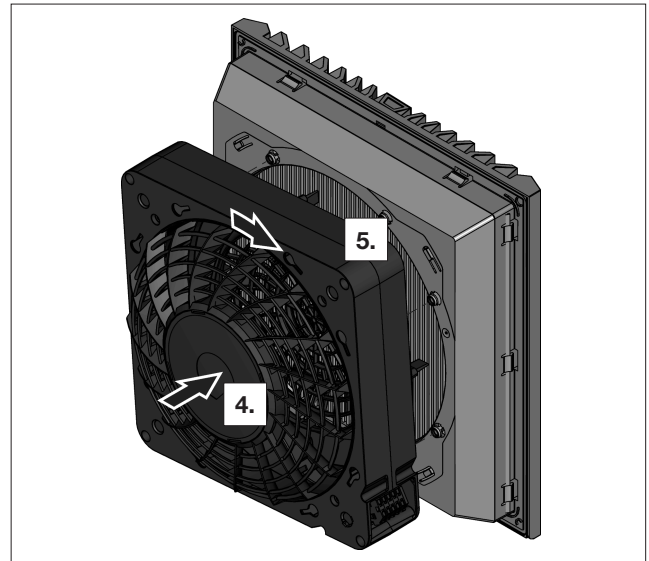

Fig. 9 : verrouillage de la fermeture à baïonnette
- Insérer à nouveau le bloc moteur du ventilateur dans le carter où est logé le filtre (voir fig. 9).